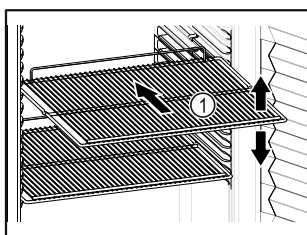

Fig. 59 Beispielhafte Darstellung
- ☐ Wenn Ablageflächen Fig. 59 (1) versetzbar sind, Ablageflächen je nach Höhe anpassen.